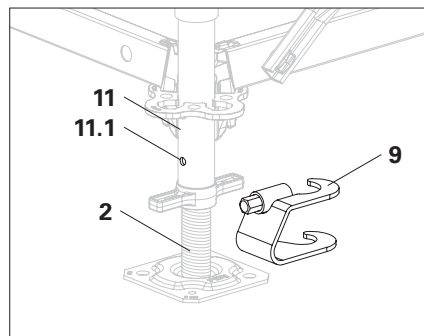

Fig. A1.11a
1. Posizionare il dispositivo di sicurezza dell'albero UJS (**9**) sull'albero di base (**2**) e sul montante di base lateralmente. La ghiera di regolazione (**2.1**) deve trovarsi all'interno del dispositivo di sicurezza per albero UJS. (Fig. A1.11a)